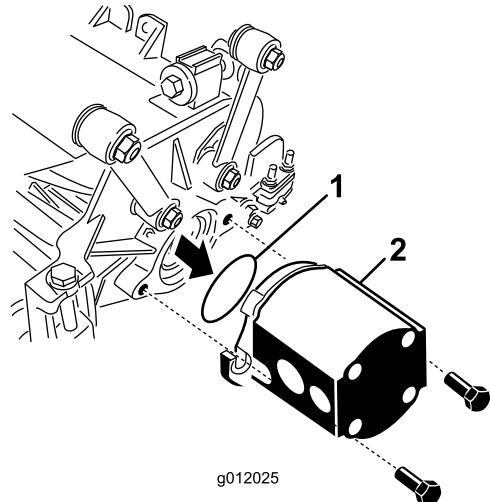

Figura 24
5. Inserite l'O-ring (in dotazione con l'apparato di taglio) sulla flangia del motore principale (Figura 24).
6. Montate il motore sul lato comando dell'apparato di taglio e fissatelo con le due viti a testa cilindrica a corredo (Figura 24).